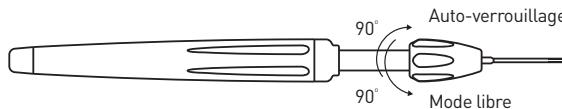

Figure 3 - Modes de la poignée
4. Vérifier que les deux modes de la poignée sont efficaces (mode libre et auto-verrouillage). Passer d'un mode à l'autre en faisant pivoter la partie supérieure de la poignée de manière à effectuer une rotation à 90° [voir Figure 3].